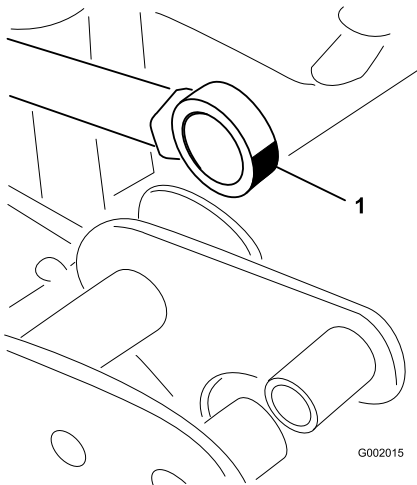

Figure 44
5. Manipulez le côté roulement de la tige d'actionneur et appliquez de la graisse dans le roulement (Figure 44). Essayez tout excès de graisse.